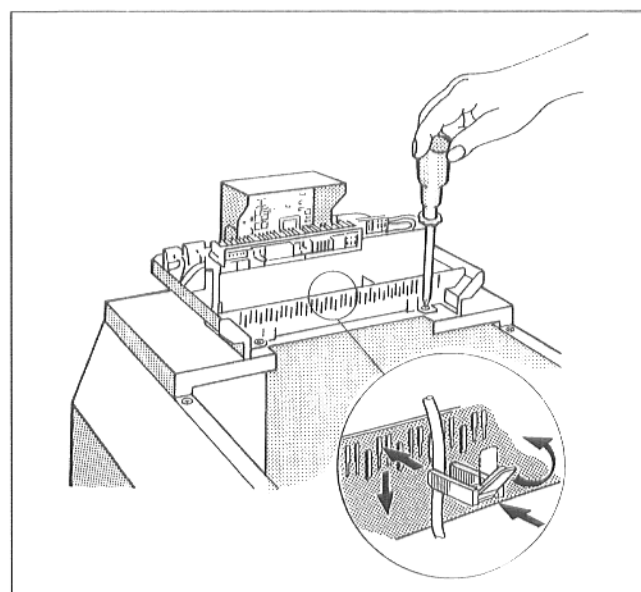

Abb. 18
- Regelgerät mit zwei Schrauben auf der vorderen Kesselhaube festschrauben (Abb. 18).
- Alle Leitungen mit Kabelschellen sichern: Kabelschelle mit eingelegter Leitung von oben in die Schlitzze des Schellenrahmens einsetzen; der Steg des Hebels muß dabei nach oben zeigen. Kabelschelle herunterschieben und gegendrücken. Hebel nach oben umlegen (Abb. 18).